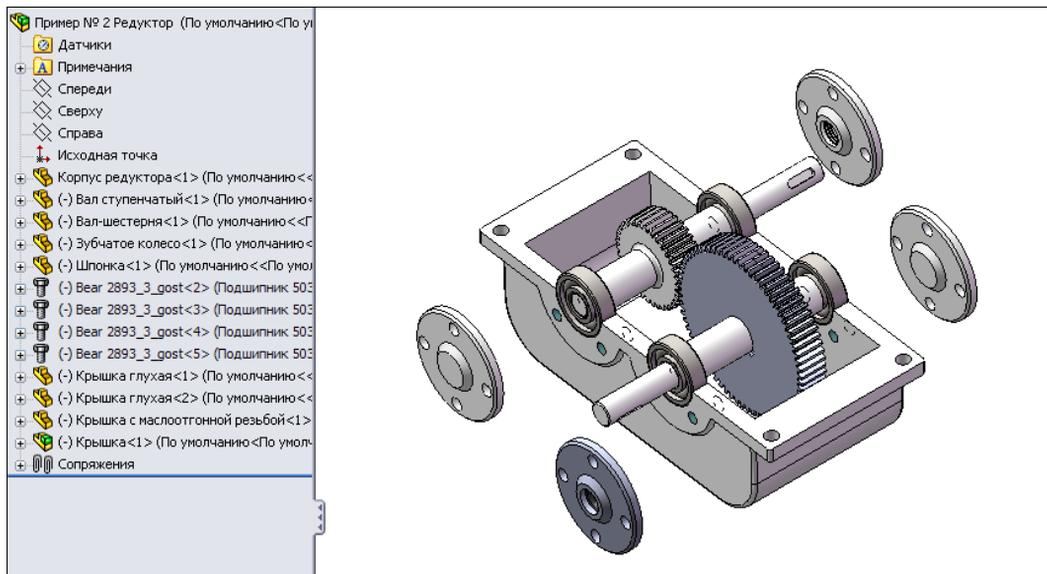

Рис. 6.45
22. Следующим этапом создания сборки станет размещение крышек и втулки. Для чего воспользуемся кнопкой  — **Вставить компоненты**. Разместим в сборочном пространстве следующие детали: две глухие крышки, крышку с маслоотгонной резьбой, крышку (сборку крышки с манжетой) и втулку (рис. 6.45). Расположим крышки следующим образом: глухие крышки на двух концах ступенчатого вала и вала-шестерни, крышку с маслоотгонной резьбой на выходном конце вала-шестерни и крышку с манжетой на выходном конце ступенчатого вала (рис. 6.45).